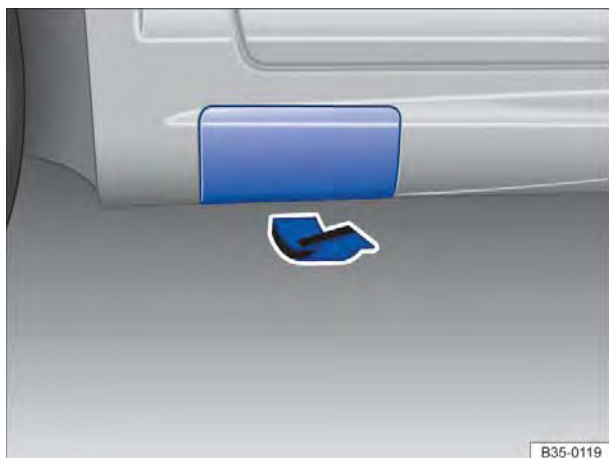

Fig. 236 Atrás no lado esquerdo do veículo: reba-ter a cobertura.
O macaco pode ser colocado somente nos pontos de recepção do macaco mostrados e somente com a cobertura aberta ⇒ Fig. 236. É válido o ponto de apoio localizado próximo à roda correspondente ⇒ ⚠.
7. Retirar a cobertura da soleira lateral: para isso, puxar com força, mas com cuidado, na direção da seta. A cobertura é fornecida com uma cinta de fixação ⇒ Fig. 236.